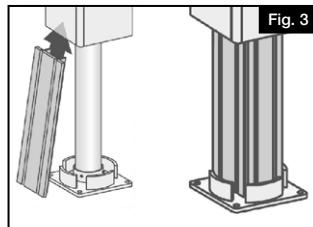

Fig. 3
- Faire glisser une bande de remplissage longue de chaque côté de la colonne décorative entre le tube de support en aluminium et la paroi intérieure de la colonne. Cette extrémité sera le bas du poteau (Fig. 3).
- Deslice una tira de relleno larga en cada lado de la columna decorativa entre el tubo de soporte de aluminio y la pared interior de la columna. Este extremo será la parte inferior del poste (Fig. 3).